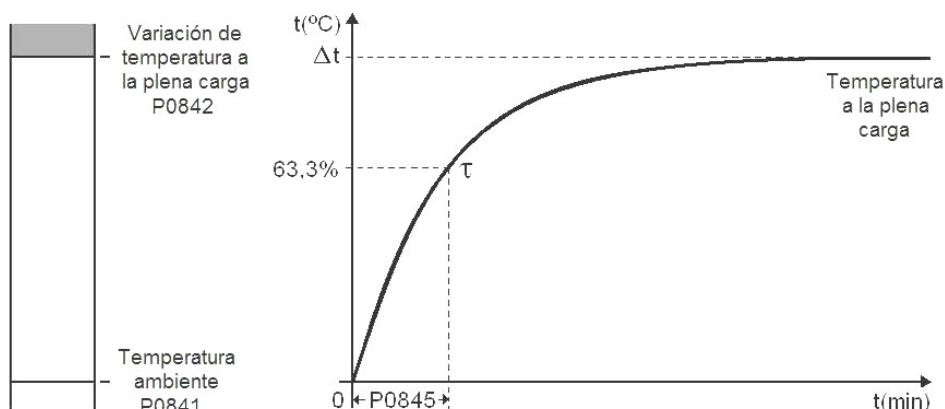

Figura 15.9: Constante de Calentamiento del Motor para Corriente Nominal.
- P0845 ajusta la constante térmica de calentamiento del motor, conforme presentado en la Figura 15.9.